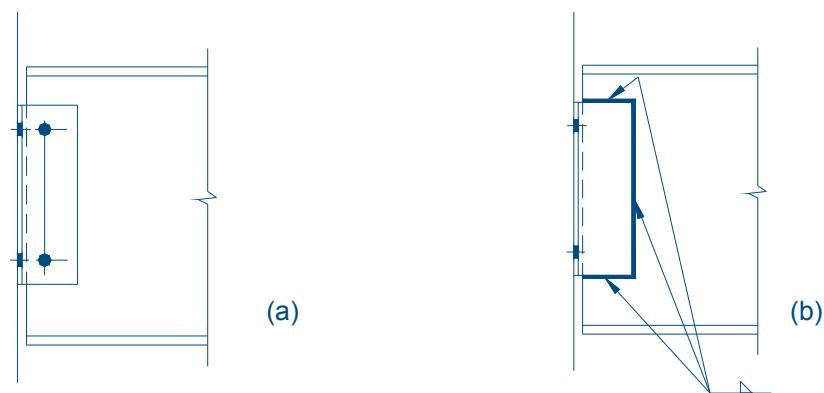

Figura 1 - Ligações Flexíveis com Cantoneiras
- (a) Ligação com duas cantoneiras parafusadas nas duas abas – LCPP (ver figura 1.a)
- (b) Ligação com duas cantoneiras soldadas na viga apoiada e parafusadas no elemento suporte, viga ou pilar – LCSP (ver figura 1.b)